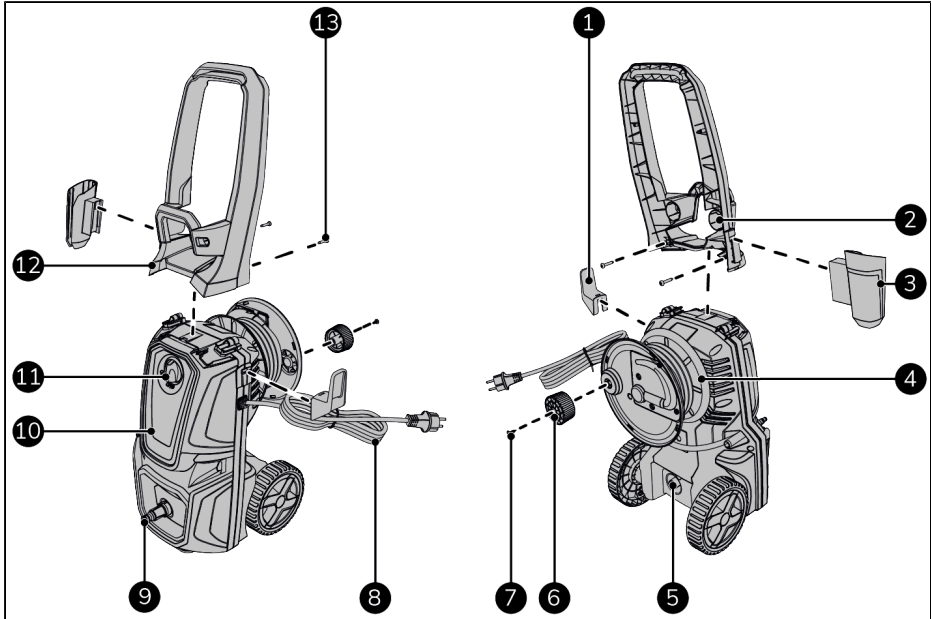

Abbildung 45.
Dieses EUROM-Gerät ist ein einfach zu bedienender Hochdruckreiniger (Abbildung 45). Das Gerät ist für den Hausgebrauch konzipiert, wie z. B. die Reinigung von Fahrzeugen, Gebäuden, Terrassen, Fassaden und Gartengeräten.
1. Stellen Sie sicher, dass sich der Schalter EIN(I)/AUS(O) in der Position AUS(O) befindet (Abbildung 45, Pos. 11).
5. Schalten Sie das Gerät ein (Abbildung 45, Pos. 11).